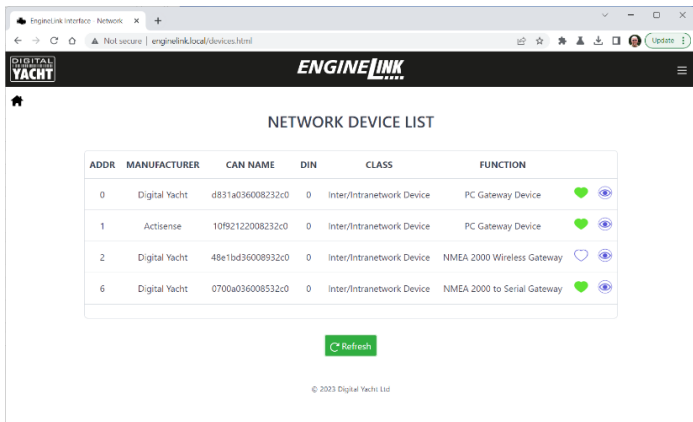

Abbildung 15
- NMEA 2000 Geräteliste (Abb. 15)
Auf der Einstellungsseite befindet sich auch eine "Device List"-Schaltfläche, die nützlich ist, um zu sehen, welche anderen Geräte an der NMEA 2000 angeschlossen sind, welche CAN-Adresse sie haben, usw. Wenn Sie auf diese Schaltfläche klicken, gelangen Sie auf die in Abbildung 15 gezeigte Seite.